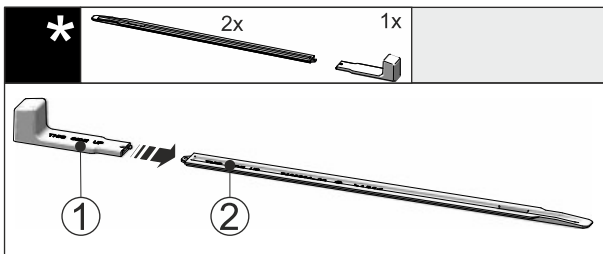

Fig. 47
▶ Вставьте монтажную ручку Fig. 47 (1) в выравнивающую рейку Fig. 47 (2).